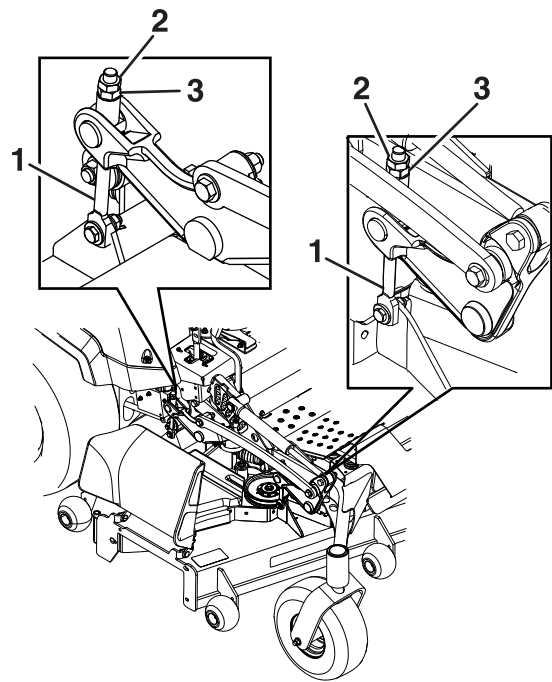

Figure 77
8. Ajustez précisément le serrage de l'écrou de réglage sur l'ensemble de levage du plateau avant (Figure 77).